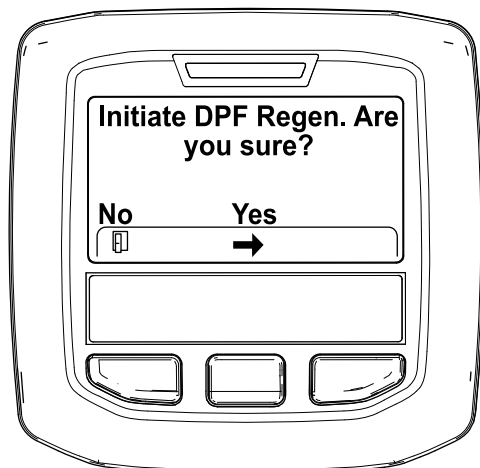

Figura 46
4. Quando viene visualizzato il messaggio "Inizializzare Rigen. FAP?" premete il pulsante centrale (Figura 46).